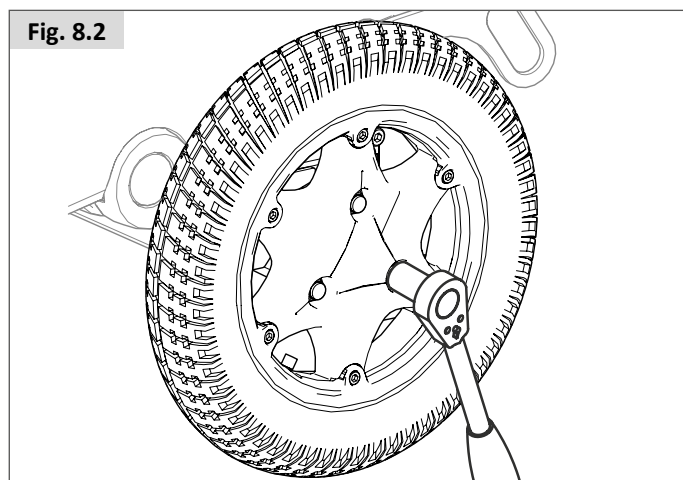

Fig. 8.7
- Staccare lo pneumatico e la camera d'aria dal cerchione esterno, (Fig. 8.7).